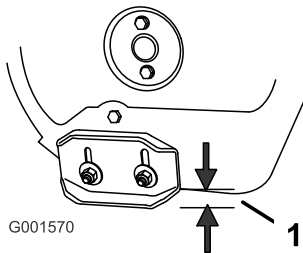

Figura 24
1. Afloje las tuercas que sujetan los patines a los lados del sinfín hasta que los patines se deslicen fácilmente hacia arriba y hacia abajo (Figura 24).